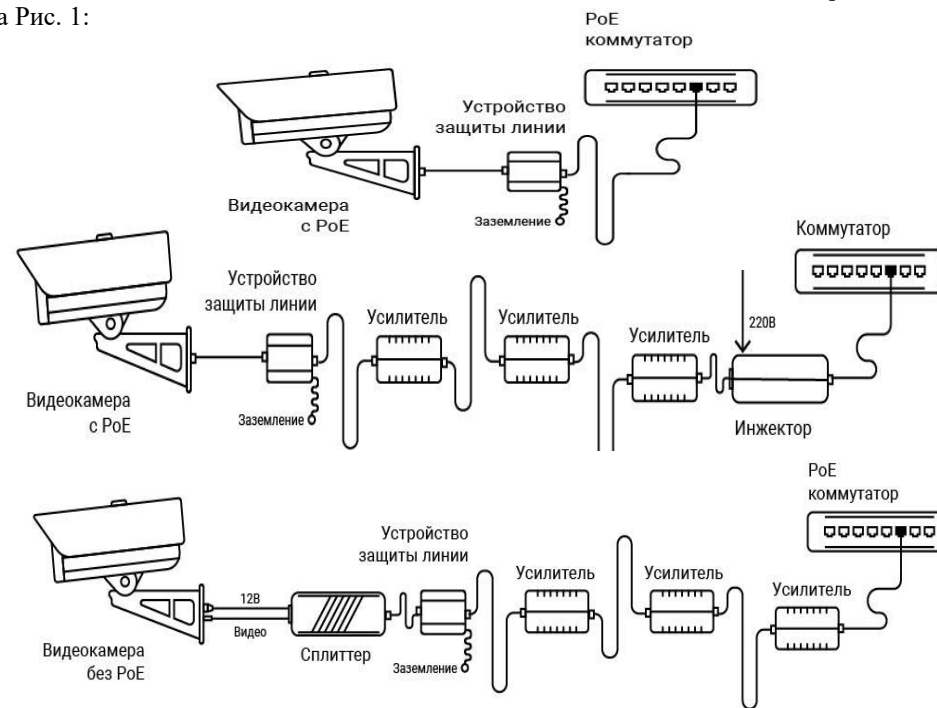

Рис. 1 Примеры построения сети
4.4. Выполните подключение Изделия в соответствии с примерами построения сети на Рис. 1: